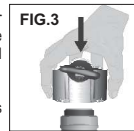

FIG.3
- ATTENTION: lorsqu'il n'y a pas de flammes, ôter le bouchon d'étanchéité de la valve automatique, placez le adaptateur Quick-On+ sur la valve et faites-le glisser fermement en direction verticale. (fig.3)